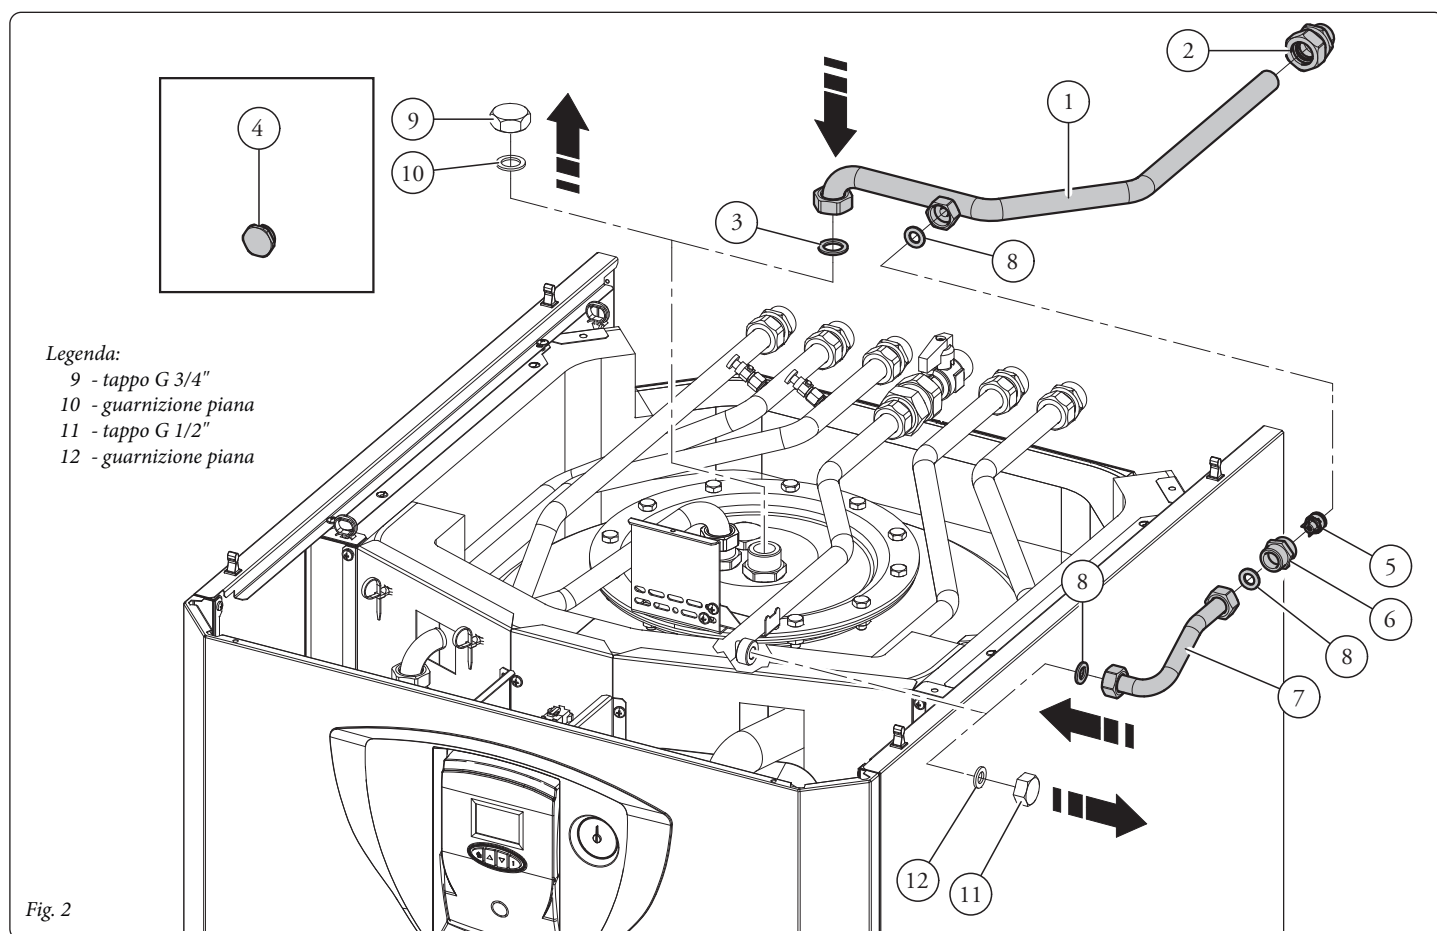

Fig. 2
Montaggio UB Inox 200-2 Solar (fig. 2).
- Smontare il tappo da 3/4" (9) con relativa guarnizione (10) dal raccordo sonda situato sulla flangia superiore dell'unità bollitore.
- Smontare il tappo da 1/2" (11) con relativa guarnizione (12).
- Collegare il tubo ricircolo (1) provvisto di dado al raccordo sonda dell'unità bollitore interponendo la guarnizione piana (3) presente nel kit.
- Avvitare il nipples (6) sul tubo (1) interponendo la valvola di ritegno (5). Collegare il tubo ricircolo solare (7) al nipples (6). Assicurarsi di interporre le guarnizioni piane (8) presenti nel kit.
- Collegare il tubo ricircolo solare (7) provvisto di dado all'apposito raccordo interponendo la guarnizione piana (8) presente nel kit.
- Collegare il tubo ricircolo (1) all'impianto di ricircolo sanitario tramite il raccordo a tenuta radiale da 1/2" (2) in dotazione nel kit.
N.B.: il componente (fig. 2 pos. 4) in questa installazione non viene utilizzato.